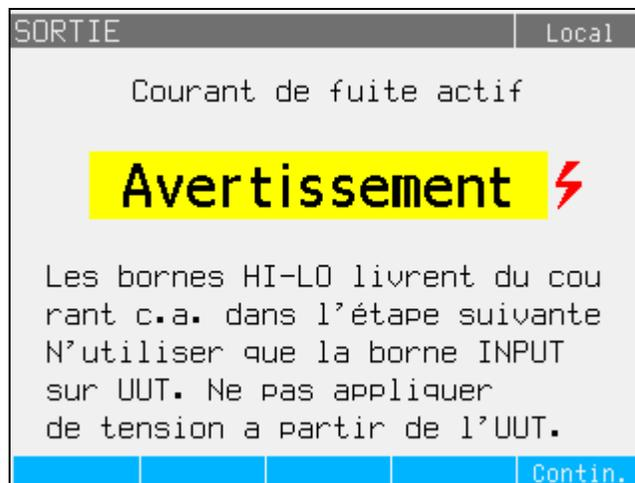

Figure 10. Message d'avertissement du courant de fuite actif
Contrairement aux modes de courant de fuite passif, par substitution et différentiel, pour lesquels le produit agit comme une décade de résistance, dans le mode courant actif, le produit agit comme source de courant pour l'appareil testé. La source de courant peut avoir une tension maximale comprise entre 50 V et 100 V. Pour rappeler à l'utilisateur la présence de cette tension sur les bornes de sortie pendant l'étalonnage, le message illustré à la figure 10 s'affiche chaque fois que le mode de courant de fuite actif est sélectionné.
3. Utilisez les touches du curseur ou le sélecteur rotatif pour mettre en surbrillance la sélection **Active**, puis appuyez sur la touche **Select** ou sur le sélecteur rotatif. Le message d'avertissement illustré dans la figure 10 s'affiche.